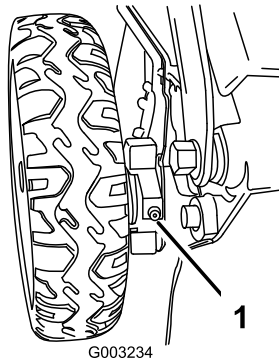

Figure 43
1. Essuyez les graisseurs situés juste à l'intérieur des roues arrière avec un chiffon propre (Figure 43).